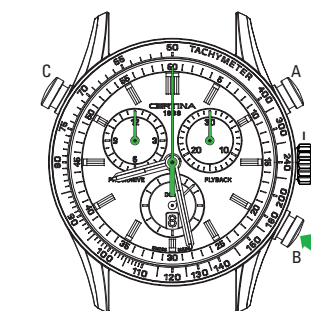

Abb. 10
**B** Nullstellen der Zähler (gemäß Abb. 10)